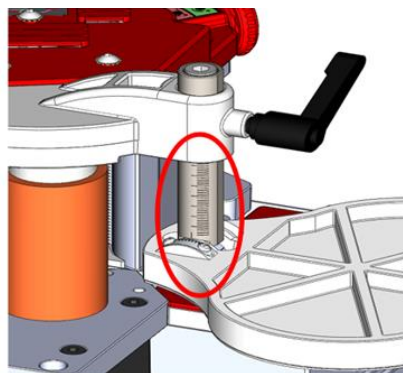

Fig2
- Klemmhebel lösen und Führungsplatte mit der Skala auf gewünschten Abstand einstellen (Fig2)
- Innensechskantschraube (1) lösen
- Führungsplatte mit Hilfe eines Winkelmessers (2) auf 90° einstellen
- Schrauben (3) lösen. Winkelskala auf 0 einstellen. Schrauben wieder anziehen